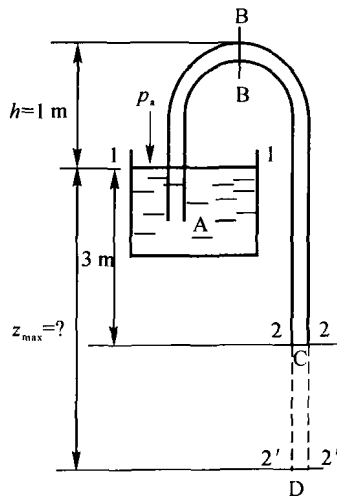

图 1-8
**例题 1.4** 如图 1-8 所示, 利用虹吸管将池中  $50^\circ\text{C}$  的热水吸出, 管路最高点 B 距水面的垂直距离为  $1 \text{ m}$ , 水池液面与虹吸管出口 C 点的垂直距离  $z_1 = 3 \text{ m}$ ,  $50^\circ\text{C}$  热水的饱和蒸汽压为  $12.3 \text{ kPa}$ , 水视为理想流体, 求: (1) 虹吸管出口流速  $u_2$  及虹吸管最高点的压强  $p_B$ ; (2) 如需将虹吸管延长至 D 点, 若要保证管路内不发生汽化现象, 水池液面距虹吸管出口的最大高度  $z_{\max}$  是多少?